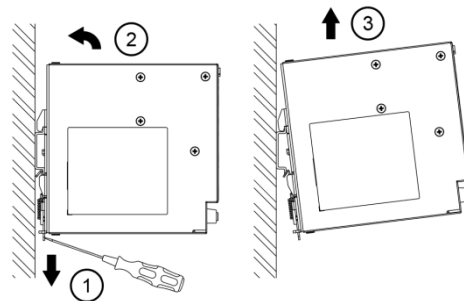

图. 8.2 拆卸
5. 拆卸时，先用螺丝刀卸下栓锁，如图 8.2 所示，然后将电源反向滑出，松开栓锁后，从导轨上取下